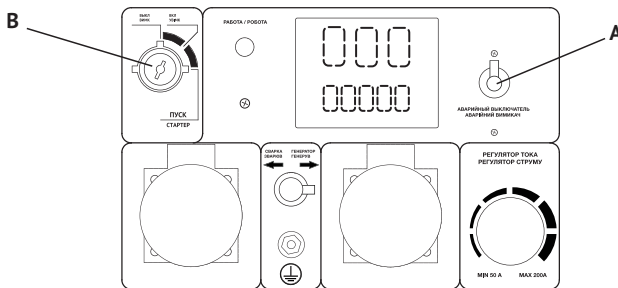

Рис. 8
- Установить ключ в положение ВКЛ (рис.8, В).
- Установите автомат защиты (аварийный выключатель) в положение ВЫКЛ (Рис.8, А).
- Поверните ключ в положение ВЫКЛ (Рис.8, В).